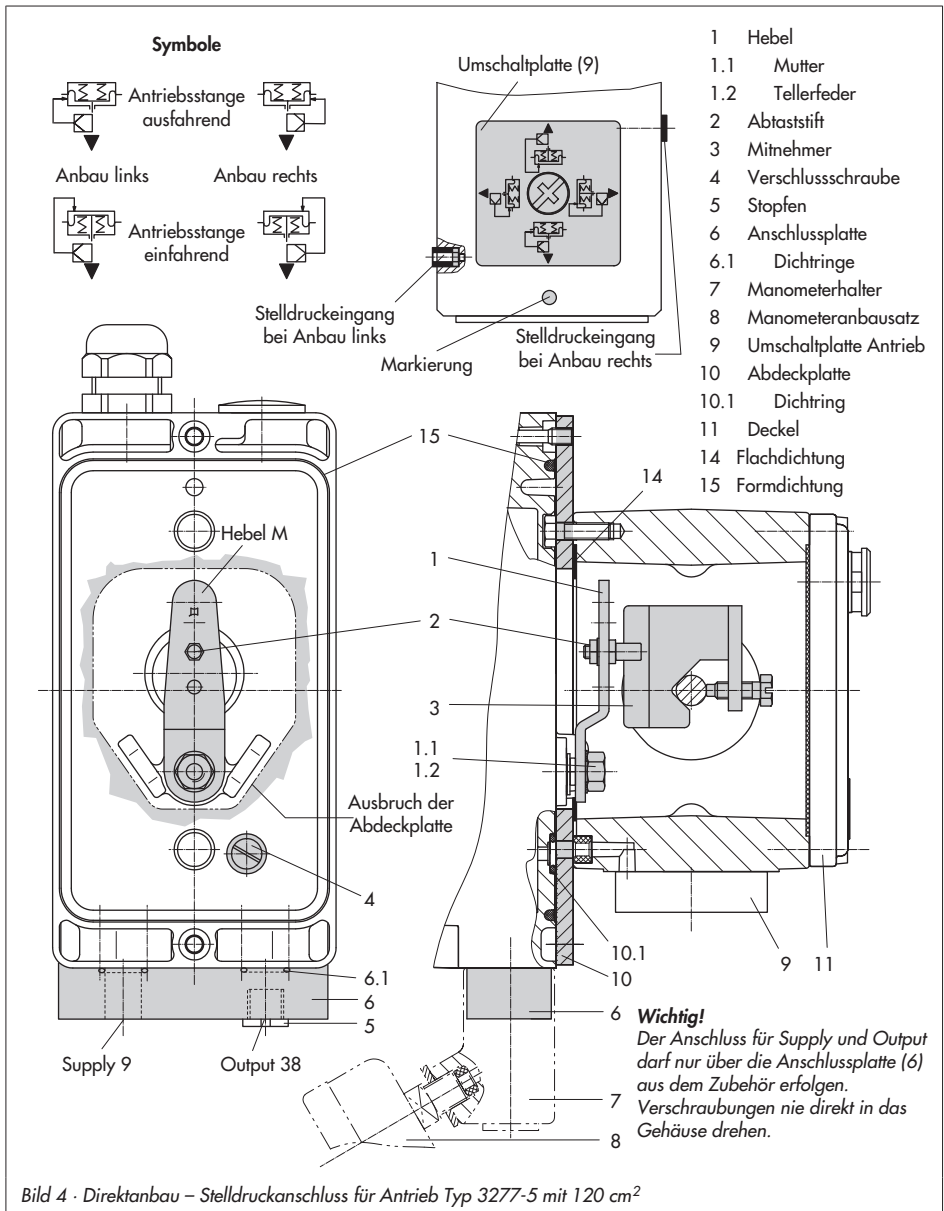

Bild 4 · Direktanbau – Stelldruckanschluss für Antrieb Typ 3277-5 mit 120 cm2
1. Anschlussplatte (6) oder Manometerhalter (7) mit Manometern am Stellungsregler montieren, auf richtigen Sitz der beiden Dichtringe (6.1) achten.
2. Verschlusschraube (4) auf der Stellungsreglerrückseite entfernen und den Stelldruckausgang „Output 38“ an der Anschlussplatte (6) bzw. am Manometerhalter (7) mit dem Stopfen (5) aus den Anbauteilen verschließen.
3. Mitnehmer (3) an die Antriebsstange setzen, ausrichten und so festschrauben, dass die Befestigungsschraube in der Nut der Antriebsstange sitzt.
4. Abdeckplatte (10) mit schmaler Seite des Ausbruches (Bild 4 links) in Richtung zum Stelldruckanschluss befestigen, die